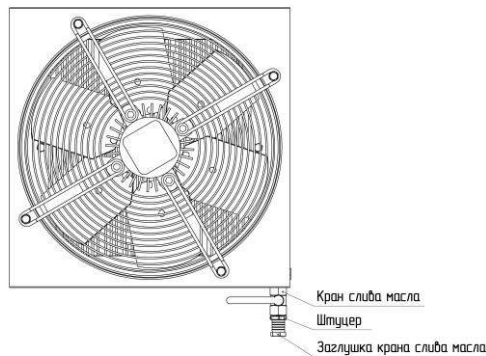

Рис. 6. Маслоохладитель
- отвернуть заглушку крана слива масла на нижнем штуцере маслоохладителя, открыть кран (рис. 6.);